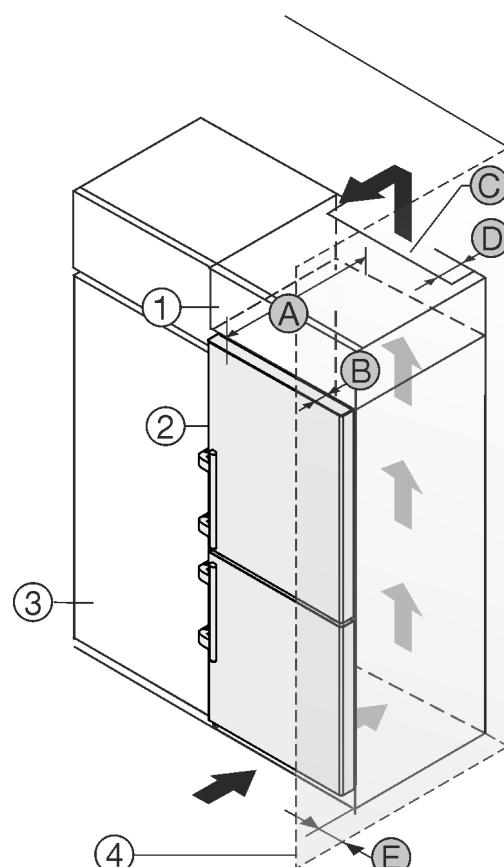

Fig. 2
Ви можете встановити пристрій безпосередньо поряд із кухонною шафою Fig. 2 (3).*
Зі зворотного боку шафи для встановлення на пристрій слід передбачити вентиляційну шафу завглишки Fig. 2 (D) на всю ширину цієї шафи.*
Слід дотримуватись вентиляційного отвору Fig. 2 (C) в стелі приміщення.*
Якщо пристрій із шарнірами встановлюється поряд зі стіною Fig. 2 (4), відстань між пристроєм та стіною повинна бути не менше 57 мм. Це відповідає необхідній відстані для ручки після відкривання дверцят.*
Щоб мати можливість повністю відкривати дверцята, потрібно, щоб пристрій виступав на відстань глибини дверцят Fig. 2 (B) відносно передньої панелі кухонної шафи. Залежно від глибини кухонних шаф Fig. 2 (3) та використання пристінних розпірок пристрій може ще більше виступати вперед.*